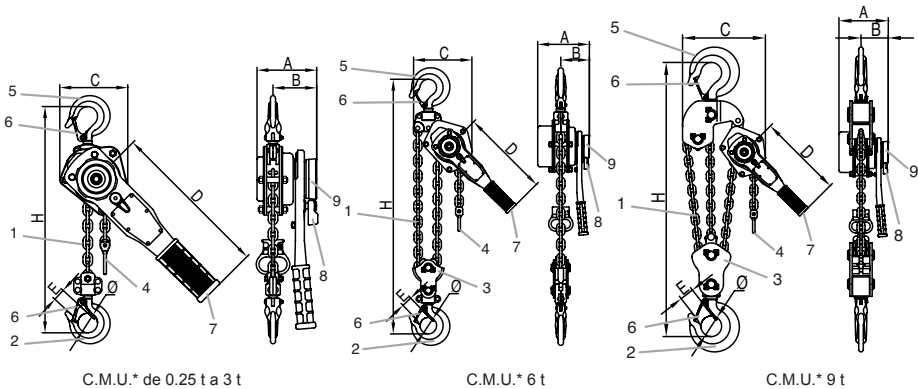

Fig. 1
El polipasto bravo™ se suministra equipado con una cadena de elevación (ítem 1, fig. 1) con una altura estándar de levantamiento de 1.50 m. La cadena de elevación de los modelos de 0.5 t a 3 t está constituida de un solo ramal con un gancho de elevación en su extremo (ítem 2, fig.1). La cadena de elevación del modelo de 6 t está constituida de 2 ramales de elevación y de un gancho de elevación con polea diferencial (ítem 3, fig. 1).
El extremo libre de la cadena está equipado con un tope de fin de carrera bajo (ítem 4, fig. 1).
1. Verificar que el polipasto bravo™ está correctamente suspendido de su gancho de suspensión (ítem 5, fig. 1) y que la lengüeta de seguridad del gancho (ítem 6, fig. 1) está bien cerrada (ver las fig. 2 y 3).
El polipasto bravo™ se maneja con una palanca (ítem 7, fig. 1), accionada por el operario con un movimiento de vaivén para subir, bajar, o tirar de una carga o aplicar una tensión.